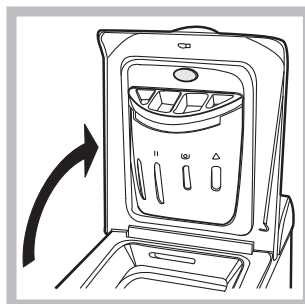

Fig. 1
3. Удалите четыре предохранительных болта и резиновые пробки с прокладками, расположенные в задней части стиральной машины (рис. 1).
A) ОТКРЫВАНИЕ (рис. 1):